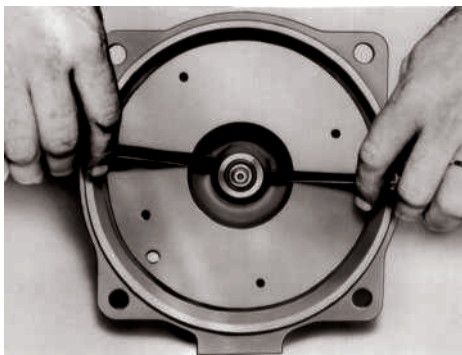

Figure 2
1. Enlever la vis (10) de la patte de pompe.
2. Déposer les vis (12) du corps de pompe (2).
4. Enlever la bague d'étanchéité (3) du diffuseur ainsi que la membrane (4).
5. Ôter les vis de fixation (5) du diffuseur à l'adaptateur (11).
8. Dévisser (**SENS ANTIHORAIRE**) et enlever la roue (7).
9. Employer deux tournevis en guise de leviers et extraire l'élément mobile de la garniture mécanique (8), puis le jeter (v. fig. 2).
10. Enlever les vis (12) de l'adaptateur et déposer celui-ci.